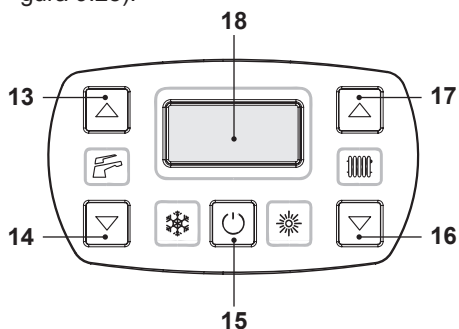
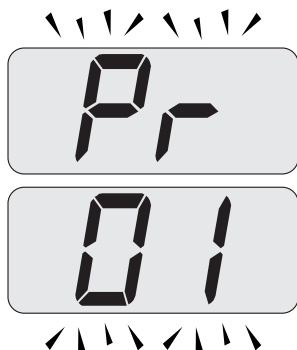

Figura 9.27
Figura 9.28
- Entrare in "modalità programmazione" premendo contemporaneamente per 10 secondi i tasti 15 - 16 - 17 (Figura 9.27) fino a far apparire sul display LCD le lettere **Pr** che si alternano con il codice **01** indicanti l'entrata nel "parametro 01" (Figura 9.28).
- Premere contemporaneamente i tasti 15 e 17 (Figura 9.27) fino a far apparire sul
- Premendo contemporaneamente i tasti 15 e 16 (Figura 9.27) si esce senza modificare il valore (ritorno alla lista parametri Figura 9.28)
- Premendo contemporaneamente per 10 secondi i tasti 15 - 16 - 17 (Figura 9.27) si esce dalla "modalità programmazione".